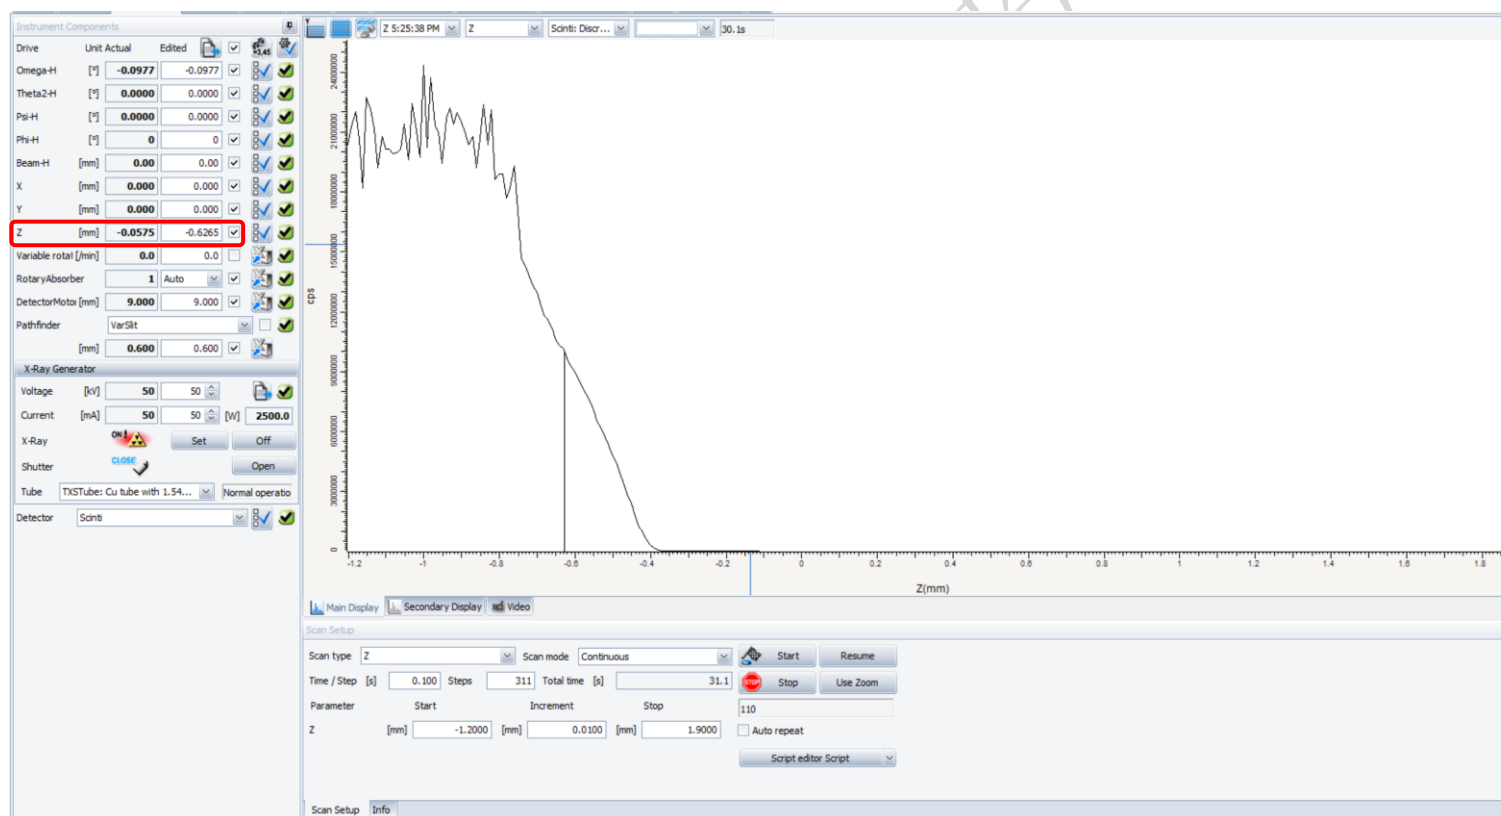

图 6-9 Z scan 扫描
6.8.2.2 扫描参数: Scan type: Z, Scan range: -1.2 ~ 1.9mm, Increment: 0.01 or 0.005mm/step, Time/Step: 0.1 s/step, Maximum \approx 2100 万 cps, 在 Z 曲线半高处双击此曲线, 自动读取 Z 的准确高度到左列 Z 框中(图 6-9)。